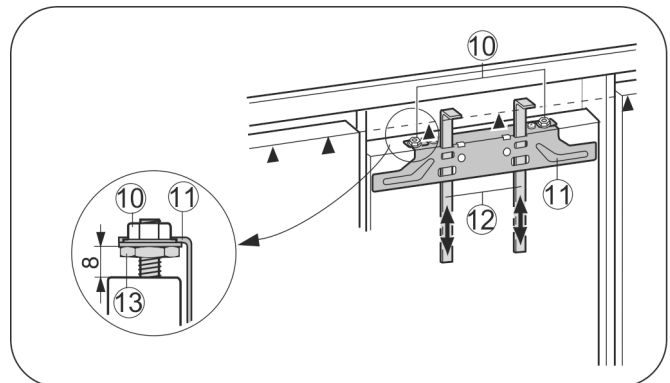

Fig. 25
- ▶ Montagehilfen Fig. 25 (12) auf Möbeltürhöhe hochschieben. Untere Anschlagkante ▲ der Montagehilfe = Oberkante der zu montierenden Möbeltür.
- ▶ Befestigungstraverse Fig. 25 (11) über die Kontermuttern Fig. 25 (10) abschrauben.